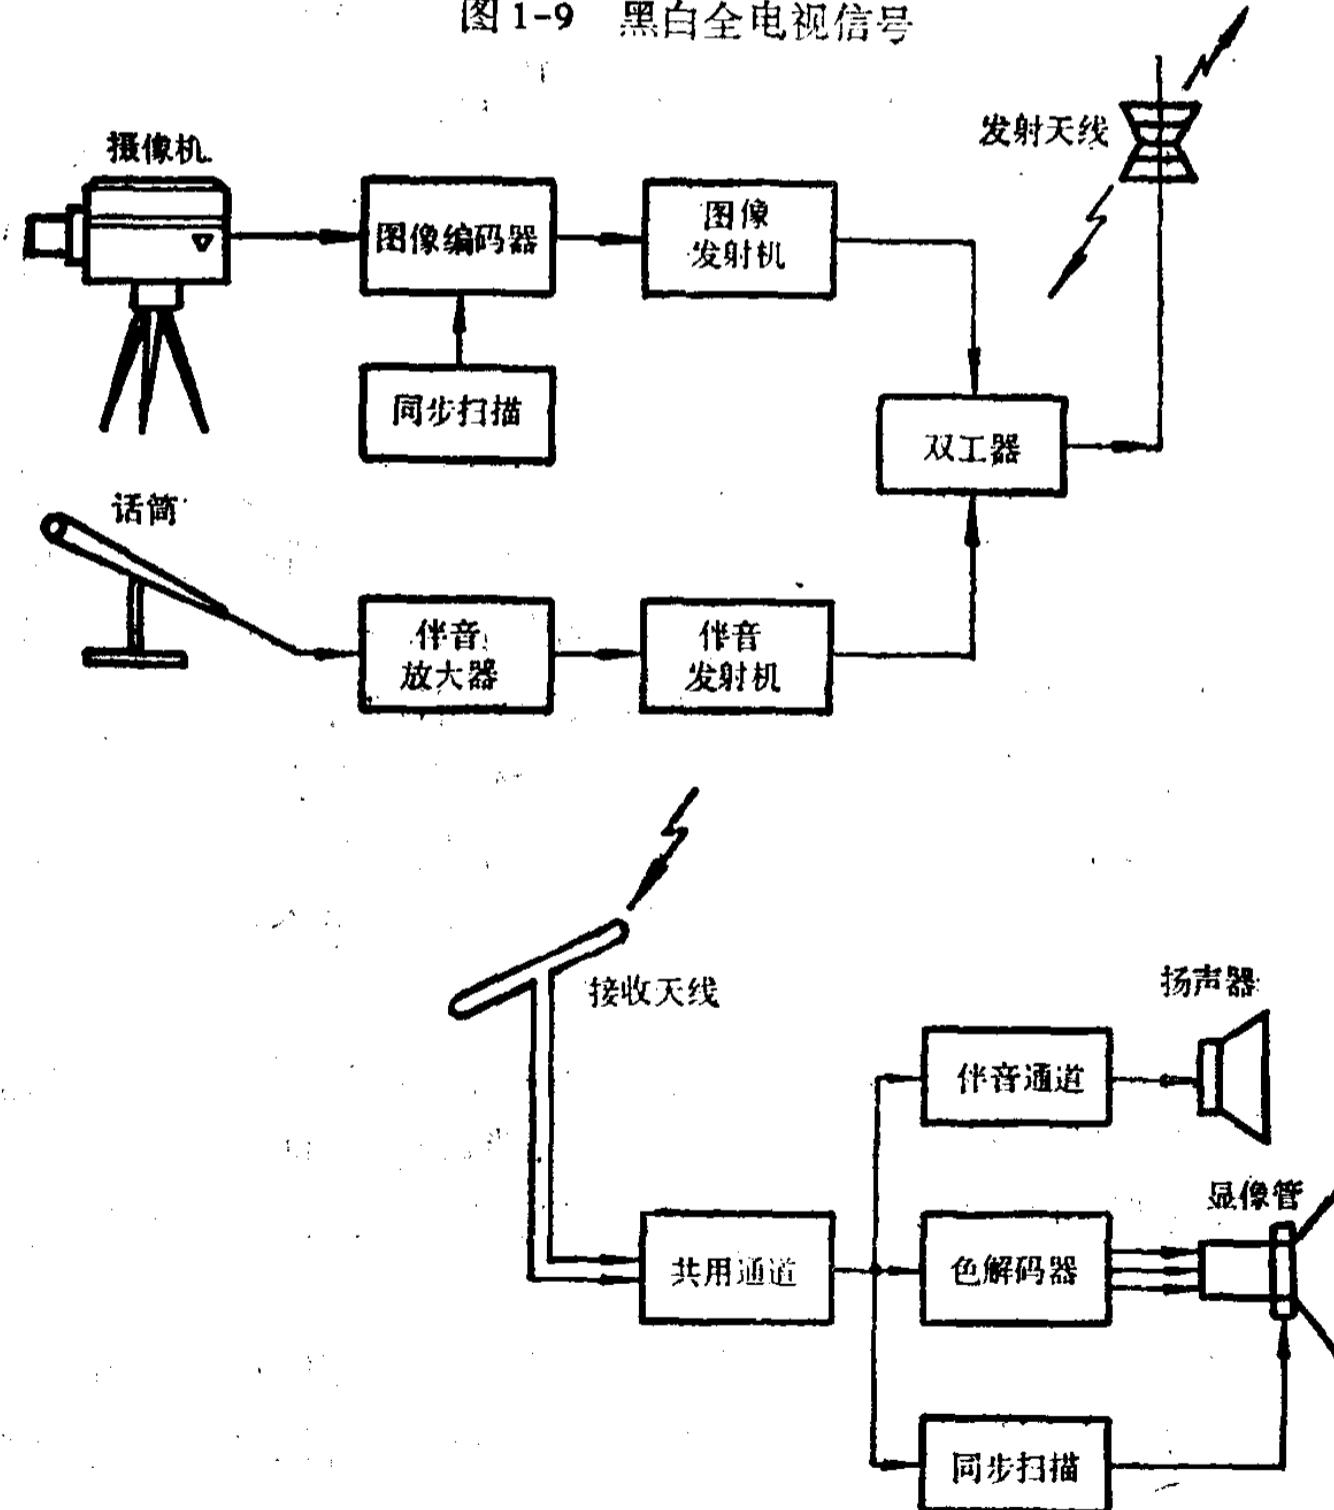

图 1-10 广播电视系统
7. 广播电视系统 在电视技术中，光-电-光的转换是经摄象和显象来实现的，若用无线电方式来传送图象，再配上伴音设备，就构成广播电视系统，如图1-10所示。可见，电视系统是由摄象、传输、显象三部分组成。